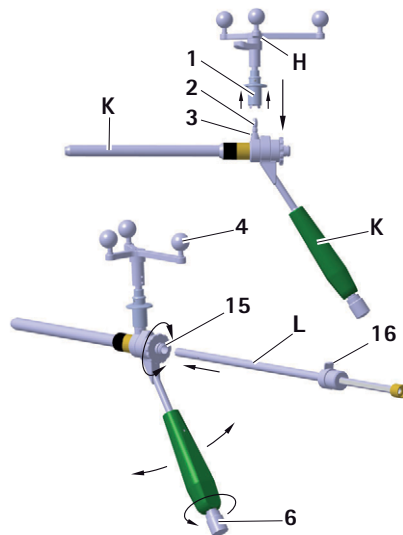

Fig. 12 Montagem da unidade em estrela Aesculap na bucha de guia S⁴C; inserção da manga porta-broca interna S⁴C
- ▶ Para garantir uma vista ilimitada da câmara sobre as esferas de marcação refletoras, desapertar a maçaneta 6 no punho S⁴C da bucha de guia S⁴C K e rodar a unidade em estrela Aesculap H para a posição desejada, ver Fig. 12.
- ▶ Inserir a manga porta-broca interna L na bucha interna 15. A manga porta-broca interna engata na bucha interna, mantendo-se orientável, ver Fig. 12.